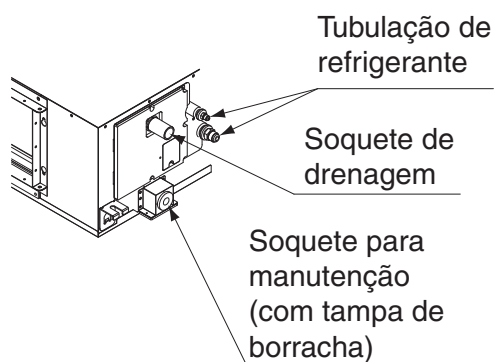
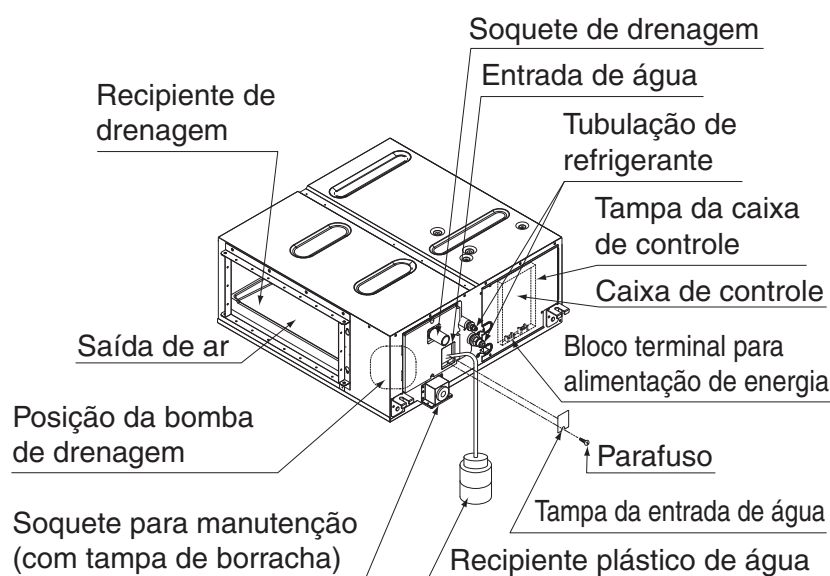

Fig. 15
Fig. 16
- A fim de não impor tensão nas conexões de fiação, prenda de forma segura com a braçadeira (8) especificada em 3 em “10-1 CONEXÃO DA FIAÇÃO DE TRANSMISSÃO, FIAÇÃO DA FONTE DE ENERGIA, FIAÇÃO DE ATERRAMENTO E PARA FIAÇÃO DO CONTROLE REMOTO”.
3. Forneça **aproximadamente um litro de água** gradualmente no recipiente de drenagem através da entrada de água abaixo do soquete de drenagem ou saída de ar (**Consulte a Fig. 15 e Fig. 16**). Certifique-se que a água não se espalhe na bomba de drenagem.